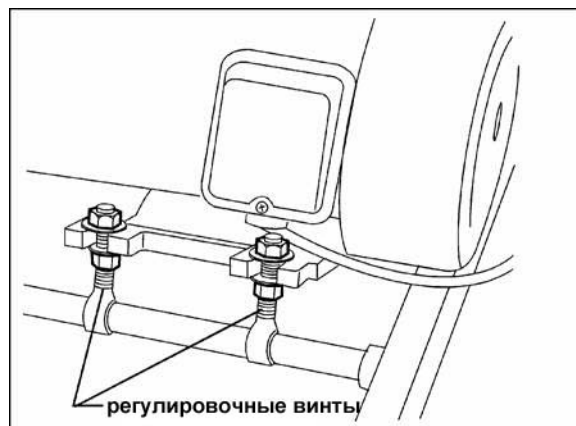

Рис. 12
2. При помощи ключа 19 мм ослабьте нижние гайки регулировочных болтов двигателя (Рис. 12).
5. Затяните нижние и верхние гайки (Рис. 12).